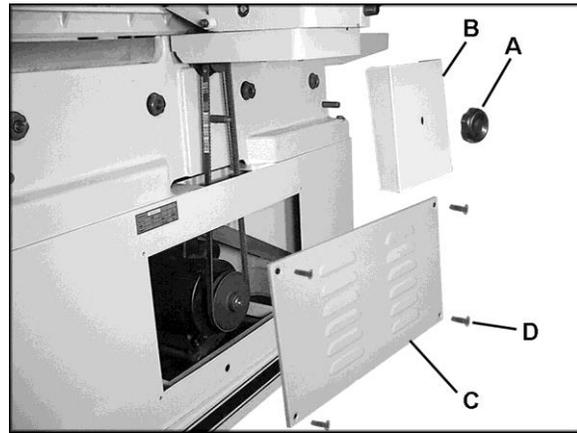

Figure 11
1. Dévissez le bouton (A, Figure 11) et déposez la protection de la courroie (B, Figure 11).
2. Retirez le panneau arrière (C, Figure 11) en dévissant les quatre vis à tête plate (D, Figure 11) à l'aide d'un tournevis à pointe cruciforme.
2. Déposez le panneau arrière (C, Figure 11) en dévissant les quatre vis à tête plate à l'aide d'un tournevis à pointe cruciforme.
5. Installez de nouveau le panneau arrière et la protection de la courroie (Figure 11).